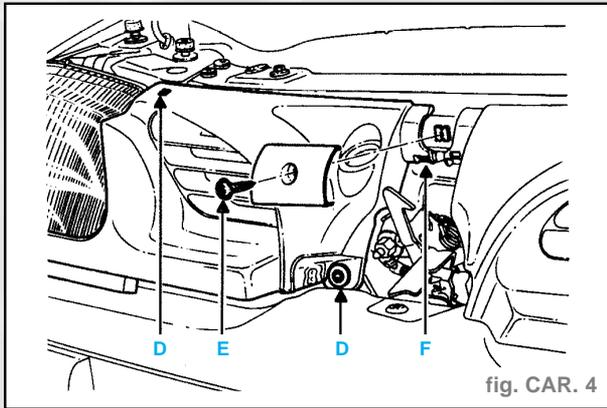

fig. CAR. 4
- Déposer (fig. CAR. 4) :
- les deux vis (D) (Étoile 20).
- la vis de fixation de la demi calandre (E) (Étoile 20).